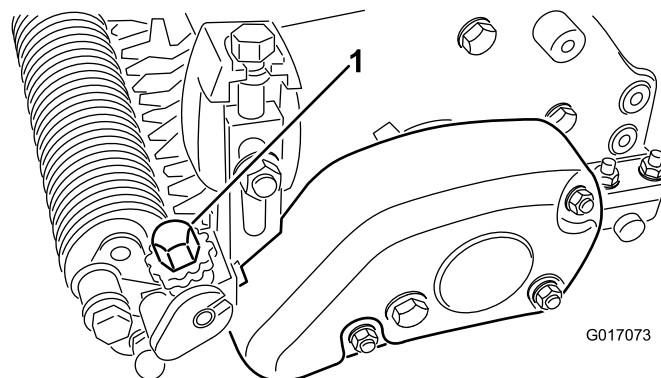

Рисунок 22
5. С одной стороны вала механической щетки измерьте расстояние от самой нижней кромки ножа щетки до рабочей поверхности. Поворачивайте ручку регулировки высоты механической щетки (Рисунок 22) для подъема или опускания кромки ножа на требуемую высоту уборки. Каждая метка на ручке регулировки соответствует примерно 0,08 мм глубины погружения механической щетки.